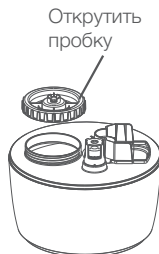

Рис. 2
2) Поднимите бак для воды и снимите пробку, откручивая против часовой стрелки (см. Рис.2). Затем добавьте воду в бачок. После того, как он заполнен водой, карутите пробку поворачивая по часовой стрелки.